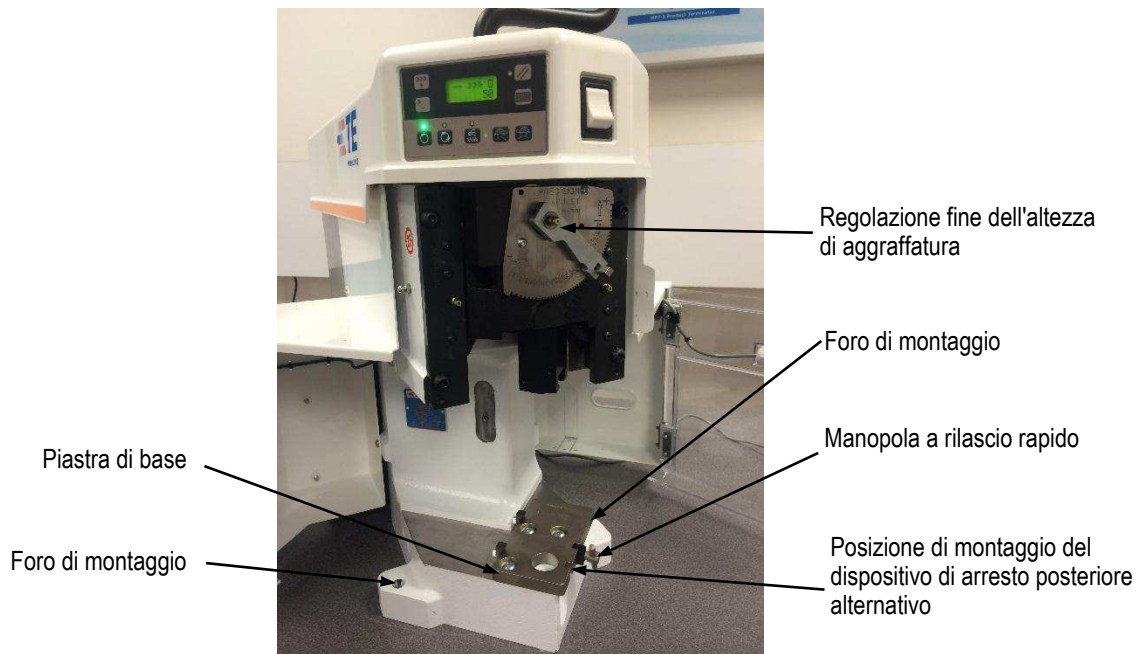

Figura 9
3. La **piastra di base** è la superficie di montaggio su cui viene installato l'applicatore. L'aggancio a rilascio rapido consente un'installazione e rimozione dell'applicatore facili e veloci. Vedere la figura 9.
4. Il **gruppo di regolazione dell'altezza di aggraffatura** utilizza un eccentrico posizionato nell'attacco del pistone con dispositivi di arresto nel meccanismo per regolare l'altezza di aggraffatura. Ad ogni spostamento del meccanismo in entrambe le direzioni, l'altezza di aggraffatura verrà aumentata di circa 0,01 mm [0,0004 pollici]. Fare riferimento alla Figura 9 per Meccanismo di regolazione fine dell'altezza di aggraffatura.
Le macchine devono essere saldamente imbullonate al banco grazie ai fori di montaggio mostrati nella Figura 9. La minuteria di montaggio non è in dotazione. Le macchine non devono superare il bordo anteriore del banco.
1. Allentare la manopola a T a rilascio rapido (vedere Figura 9) e far scorrere il morsetto della base dell'applicatore verso il basso.
Quando si utilizza l'applicatore 567200-2 (originariamente destinato a un utilizzo con la macchina di terminazione AMP-O-ELECTRIC modello "K"), allentare la manopola a T a rilascio rapido, far scorrere verso il basso il morsetto della base dell'applicatore e rimuovere il dispositivo di arresto posteriore posizionato sul lato sinistro della piastra di base. Installare il dispositivo di arresto posteriore (PN 354561-1), fornito con il kit di alimentazione pneumatica, nella posizione di montaggio alternativa sulla piastra di base. Vedere la figura 9.